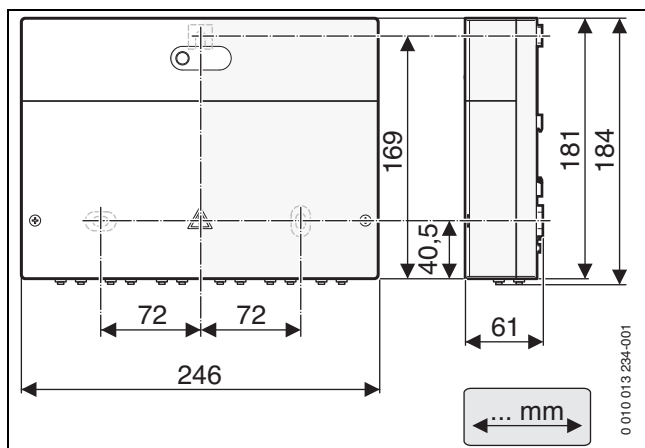
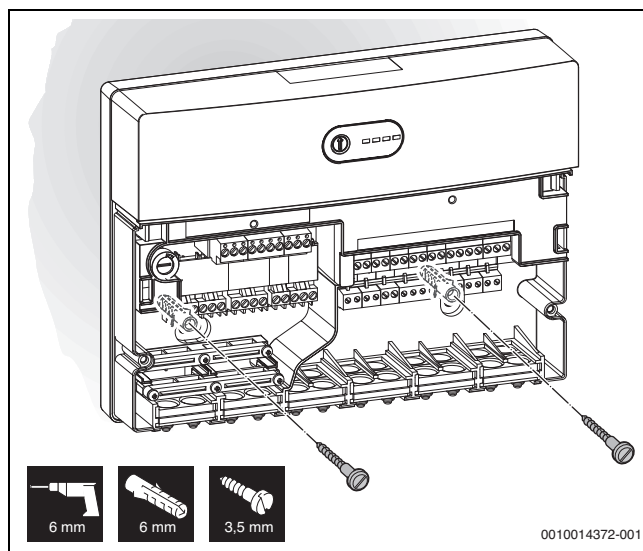
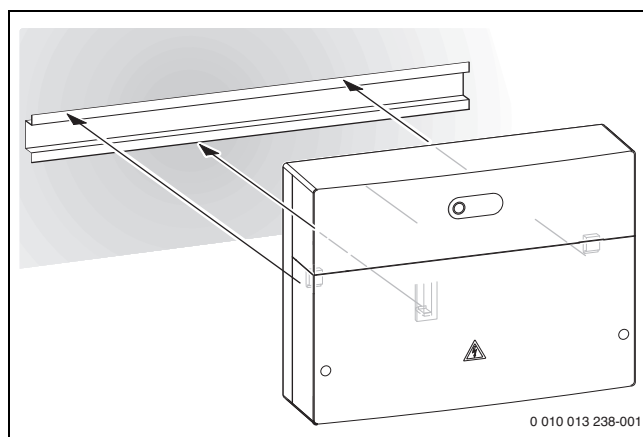

Fig. 19 Dimensions du module électronique
Fig. 22 Fixer le module électronique sur le mur
Fig. 23 Fixer le module électronique sur le rail de montage
- Installer le module sur un mur (→ Fig. 19 – Fig. 22), sur un rail de montage (→ Fig. 23) ou dans un module.